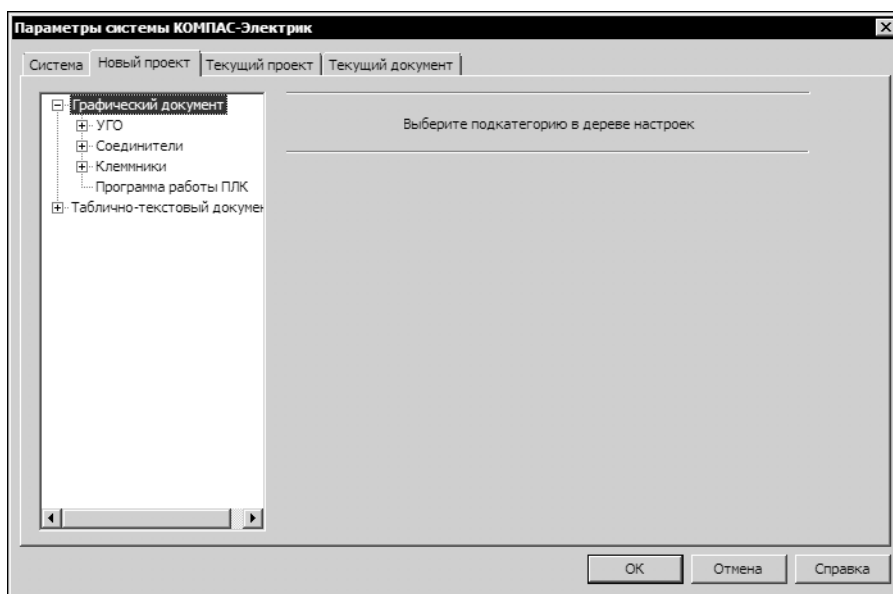

Рис. 19.1. Вкладка **Новый проект** диалога параметров системы
1. Все настройки выполняются в диалоге **Параметры системы** (рис. 19.1). Чтобы открыть этот диалог, вызовите команду **КОМПАС-Электрик — Параметры системы...**, или